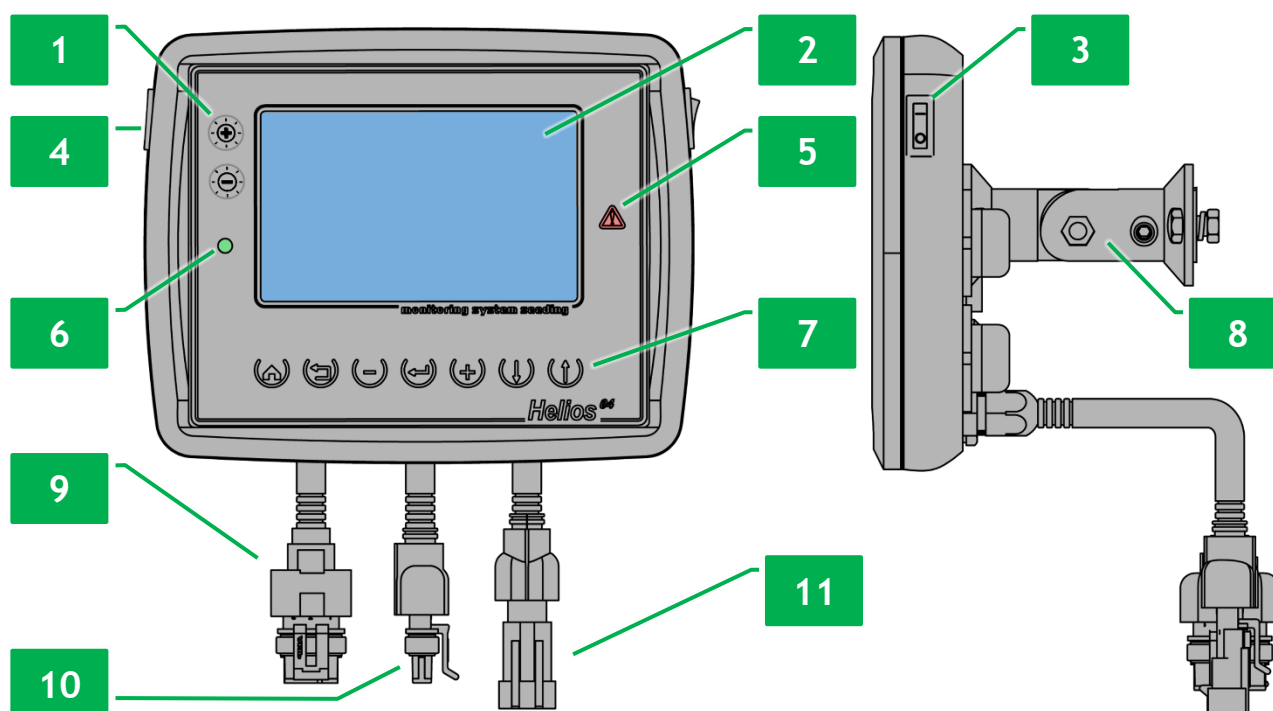

Рисунок 1 Панель оператора
Внешний вид и органы управления панели оператора изображены на «Рисунок 1». Панель оператора состоит из следующих элементов:
- выключатель питания (см. Рисунок 1 п.3);
- индикатор питания (см. Рисунок 1 п.6);
- кронштейн крепления панели оператора (см. Рисунок 1 п.8);
- кнопки управления панелью оператора (см. Рисунок 1 п.1 и п.7). Их графическое обозначение, название и краткое описание содержатся в «Таблица 1»;
- экран панели оператора (см. Рисунок 1 п.2);
- разъем для установки карт памяти формата microSD(см. Рисунок 1 п.4);
- кабельный ввод жгута датчика скорости движения (см. Рисунок 1 п.9);
- кабельный ввод жгута связи RS-485 (см. Рисунок 1 п.10);
- кабельный ввод жгута питания (см. Рисунок 1 п.11);
- индикатор аварии (см. Рисунок 1 п.5).
⁶ Аварийный световой индикатор показан на «Рисунок 1», п.5